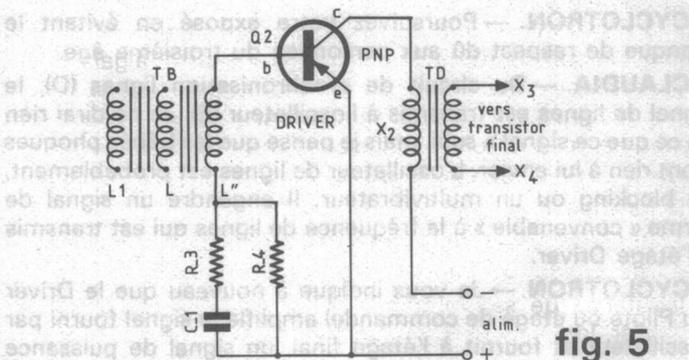
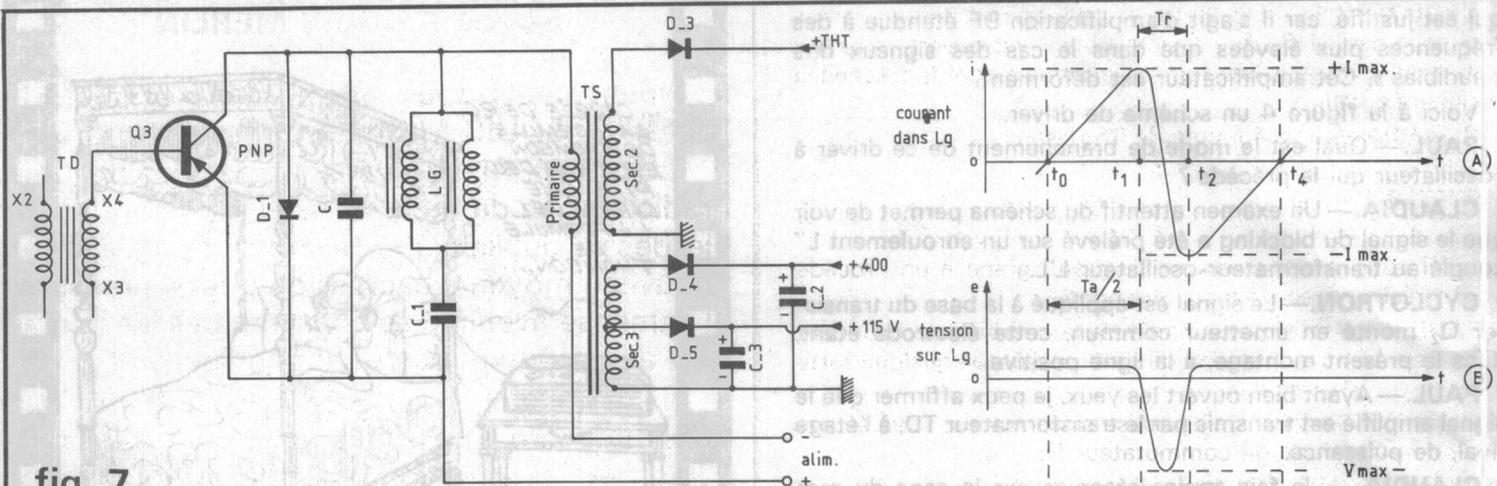

fig. 5
fig. 7
Ce signal est transmis à la base du transistor final par l'enroulement secondaire de TD de la figure 5. Les branchements se font par les points X₃ et X₄ reproduits également sur la figure 7 représentant l'étage final avec les circuits auxiliaires qui lui sont associés, en particulier L_g = deux demi-bobines, disposées autour du col du tube cathodique, branchées en parallèle et assurant la déviation horizontale.
PAUL. — De même si l'on examine le signal (D) de la **figure 9**, on voit aussi que pendant l'aller (t_0 à t_1 et t_2 à t_4) l'interrupteur étant fermé, la tension à ses bornes est nulle. Sur la **figure 7** il y a une diode D_1 . Quelle est sa fonction ?